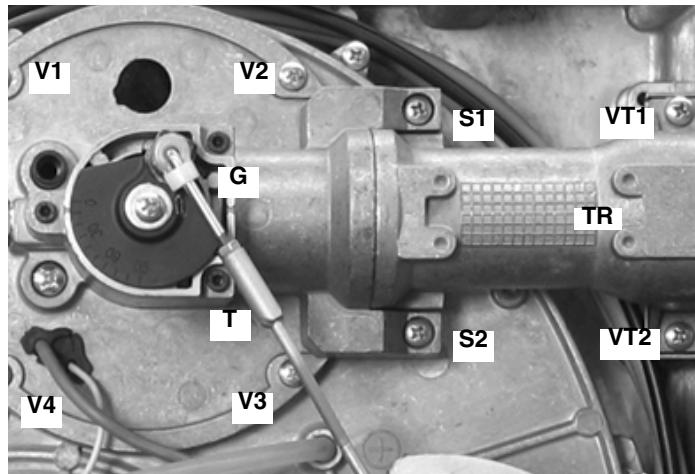
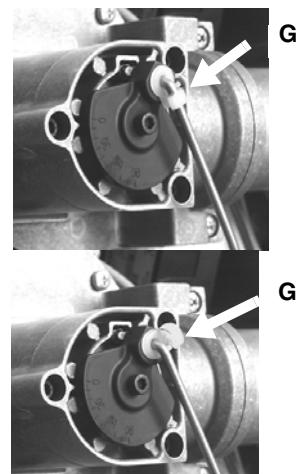

Fig. 57
Fig. 58
- 1 Prin intermediul carligului de plastic **G**, deblocati tija **T** (Fig. 57) care actioneaza robinetul fluture (Fig. 57 si Fig. 58), pentru a il scoate din locasul sau .
- 2 Demonati suruburile **V1**, **V2**, **V3**, **V4** si suruburile **S1** si **S2** (Fig. 57).